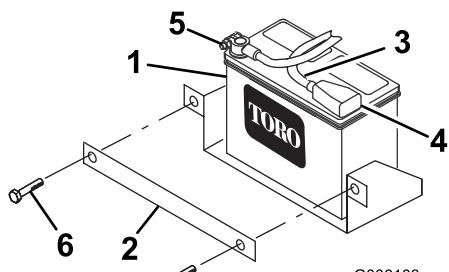

Figura 5
9. Coloque la batería en la máquina y sujetela con la abrazadera y los herrajes que retiró anteriormente (Figura 5).
10. Usando el perno y la tuerca suministrados con la batería, conecte el cable positivo (rojo) al borne positivo (+) de la batería (Figura 5). Deslice la cubierta de goma sobre el borne de la batería.
11. Usando el perno y la tuerca suministrados con la batería, conecte el cable negativo (negro) al borne negativo (-) de la batería (Figura 5).